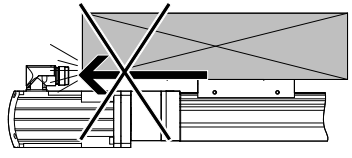

Fig. 9 Выступающая полезная нагрузка
• Не допускайте столкновений примыкающего элемента и полезной нагрузки с другими закрепленными снаружи деталями → Fig.9.